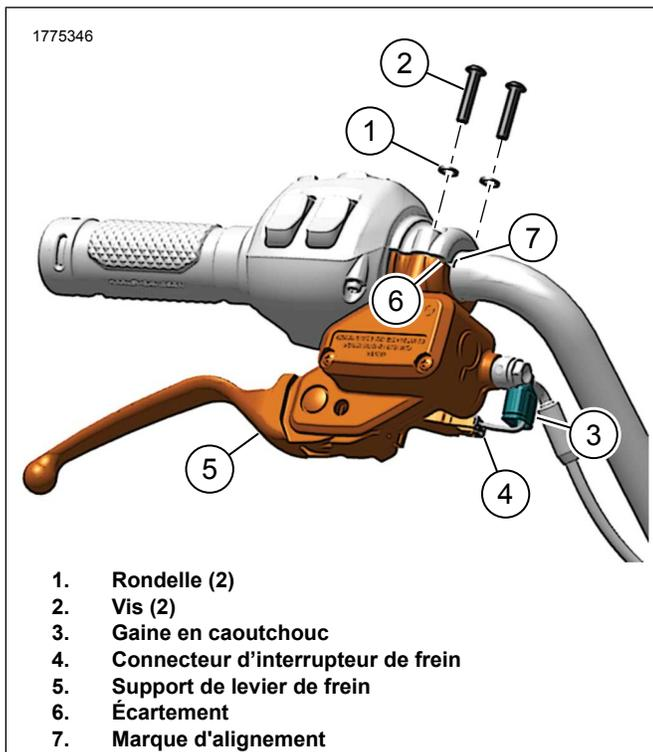

Figure 8. Support de levier de frein (typique)
5. Voir la figure 8. Installer le support de levier de frein.
- a. Placer le support de levier de frein (5) sur le support RHCM .
- b. Installer les rondelles (1).
- c. Installer les vis (2) et aligner l'espace (6) avec le repère d'alignement (7).